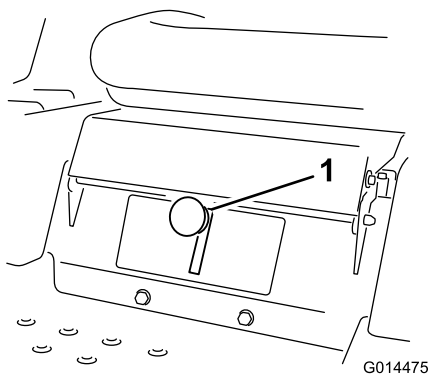

**Figura 16**
2. Para ir hacia adelante, empuje lentamente las palancas de control de movimiento hacia adelante (Figura 16).
Para ir recto, aplique la misma presión a ambas palancas de control de movimiento (Figura 16).
Para girar, deje de empujar la palanca de control de movimiento del lado al que desea girar (Figura 16).